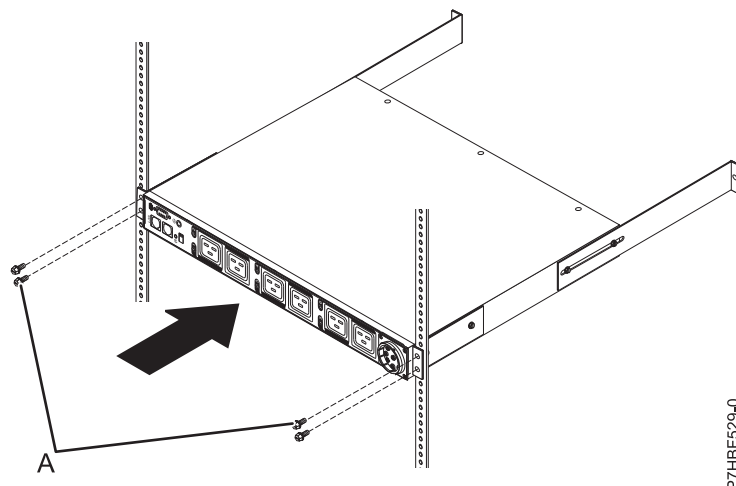

Figura 43. Fixació de la part frontal de la PDU+ o de la Intelligent Switched PDU al bastidor
13. Fixeu les peces de subjecció llargues i el panell de rebliment buit (A) a l'armari bastidor seguint aquests passos:
- c. Traieu els dos cargols M6 (A) si es fan servir femelles engabiades, o els cargols M5 que fixen la PDU, PDU+ o la Intelligent Switched PDU a les vores del bastidor.
- h. L'extrem del model de PDU, PDU+ o de la Intelligent Switched PDU amb les peces de subjecció de muntatge curtes s'ha d'alinejar amb la part exterior de les vores del bastidor. Assegureu-vos que les guies quedin ben alineades amb les vores del bastidor de la part frontal. Si no és així, marqueu i torneu a ajustar la longitud de les guies de muntatge traient la PDU, PDU+ o la Intelligent Switched PDU i repetint els passos 13b a 13g. Utilitzeu dos cargols M6 (A) si es fan servir femelles engabiades o cargols M5 si es fan servir clips de femella per cada peça de subjecció per fixar les peces de subjecció als clips de femella o a les femelles engabiades de les vores del bastidor de la part posterior.
- j. Alineeu el panell de rebliment buit (A) a la part exterior de les vores del bastidor, tal com es mostra a la Figura 43.
- k. Fixeu el panell de rebliment a les vores del bastidor i després a la peça de subjecció de muntatge llarga amb un cargol M6 (B) per cada peça de subjecció. Utilitzeu els cargols que venien amb el kit de muntatge del bastidor.
14. Fixeu les peces de subjecció llargues i el panell de rebliment buit (A) a l'armari bastidor seguint aquests passos:
- Alineeu el panell de rebliment buit (A) a la part exterior de les vores del bastidor.
- Fixeu el panell de rebliment a les vores del bastidor i després a la peça de subjecció de muntatge llarga amb un cargol M6 (B) per cada peça de subjecció. Utilitzeu els cargols que venien amb el kit de muntatge del bastidor.